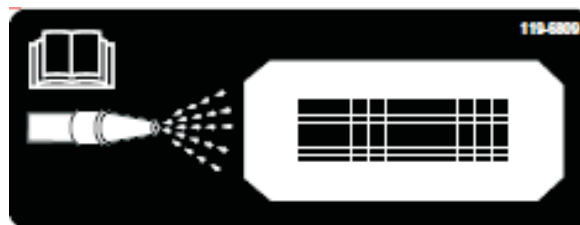
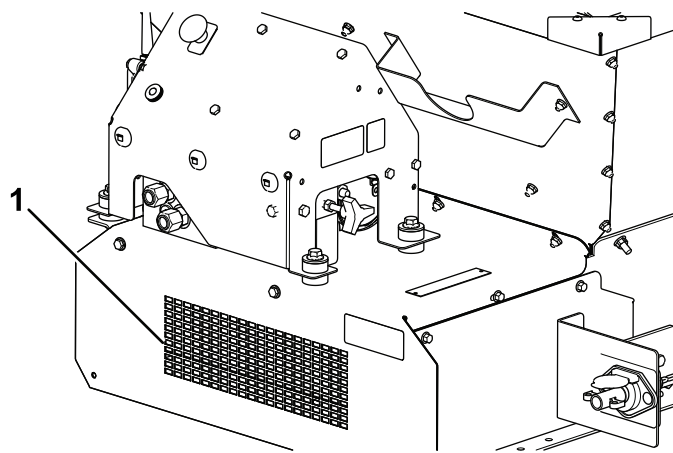

Figura 60
Figura 61
11. Localizați autocolantul cu privire la curățare de la partea frontală a mainii (Figura 60) și, folosind un furtun de grădină, pulverizați prin plasa de protecție frontală până când placa de protecție de la partea inferioară este complet eliberată de material (Figura 61).